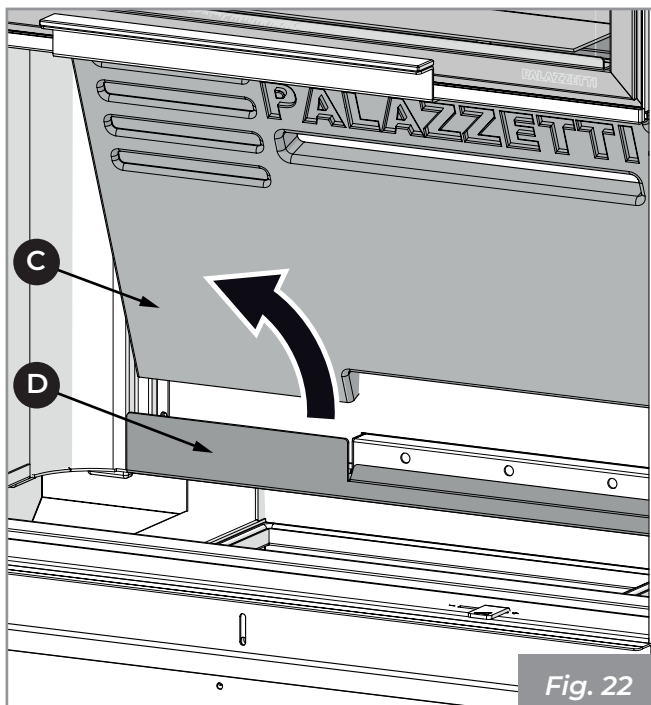

Fig. 22
- 2) Extraer el respaldar de refractario (C) empujándolo hacia arriba prestando atención al estribo (D) (Fig. 22).